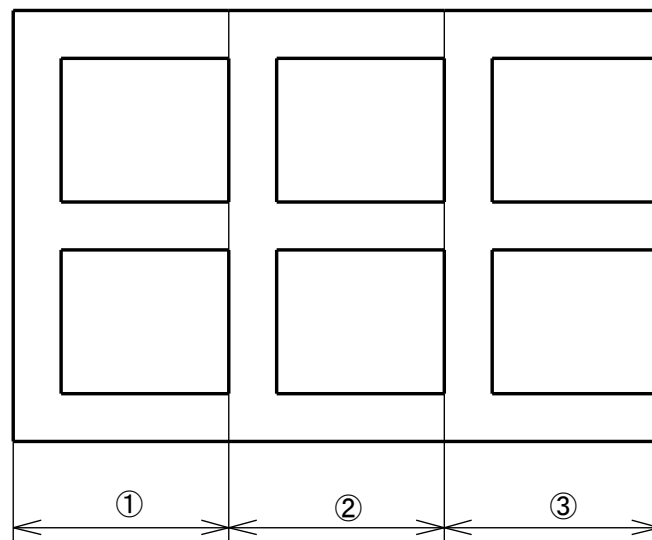
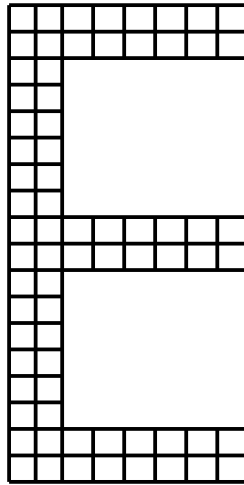
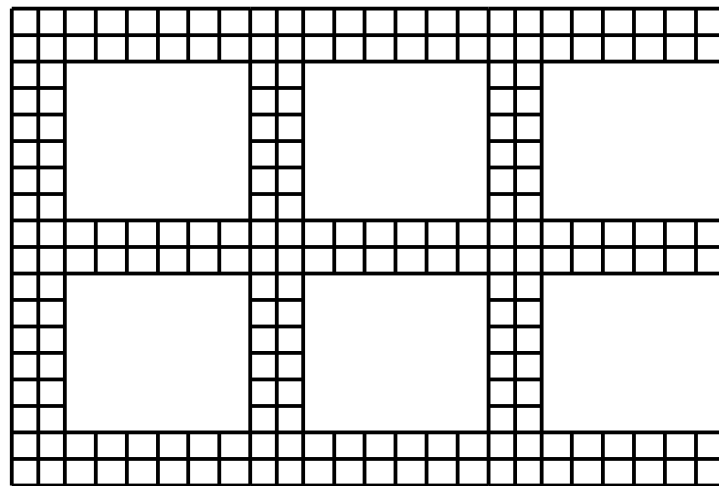

図3-5 同一形状部分を組合せた断面例
図3-6 同一形状の1部分のメッシュ例
図3-7 同一形状部分を組合せた断面の分割メッシュ例
具体例を図3-5に示します。同図の②、③は、①の部分と全く同一です。そこで、先ず①の部分について、必要があればさらに分割して、自動メッシュを行ないます。図3-6に①の部分のメッシュ例を示します。そして、そのメッシュ部分を座標移動して②、③のメッシュとし、3つの部分を合成すると、図3-7のように断面全体のメッシュが完成します。